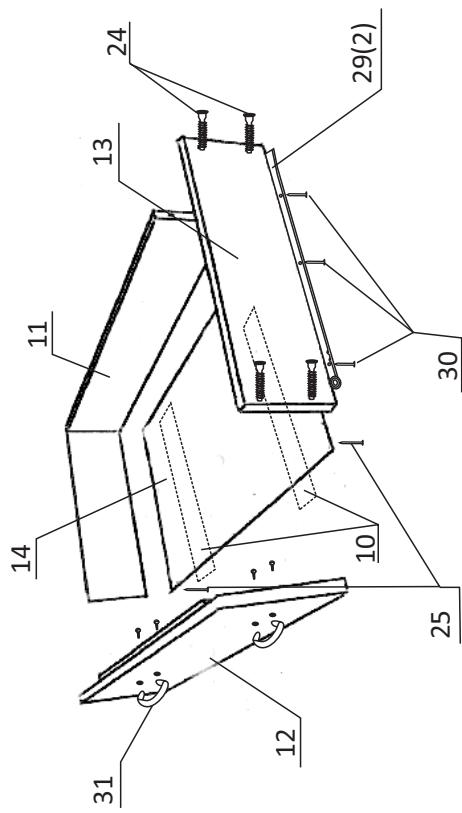

Рисунок 8.
- Сборка выдвижного ящика (см. рис. 8).
- 10.Собрать каркас ящика из деталей 11, 12, 13 на винты конфирамт(24), установить дно(14) на гвозди(25). Установить роликовую направляющую (29_2) на шуруп (30). Установить планки дна(10) на саморезы(19). Установить ручки(31) (на саморезы в комплекте) на переднюю стенку ящика. Установить ящик в каркас кровати через роликовые направляющие.